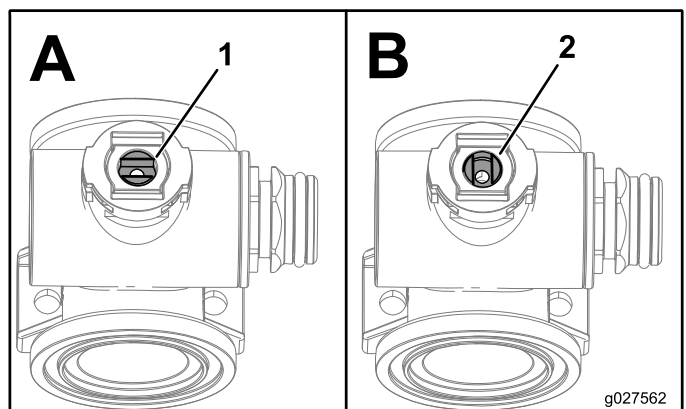

Рисунок 113
1. Расположите шток клапана таким образом, чтобы он был в закрытом положении (Рисунок 113 В).
3. Поверните шток клапана таким образом, чтобы шарик был в открытом положении (Рисунок 113А).
7. Поверните шток клапана в сборе таким образом, чтобы клапан был закрыт (Рисунок 113В).